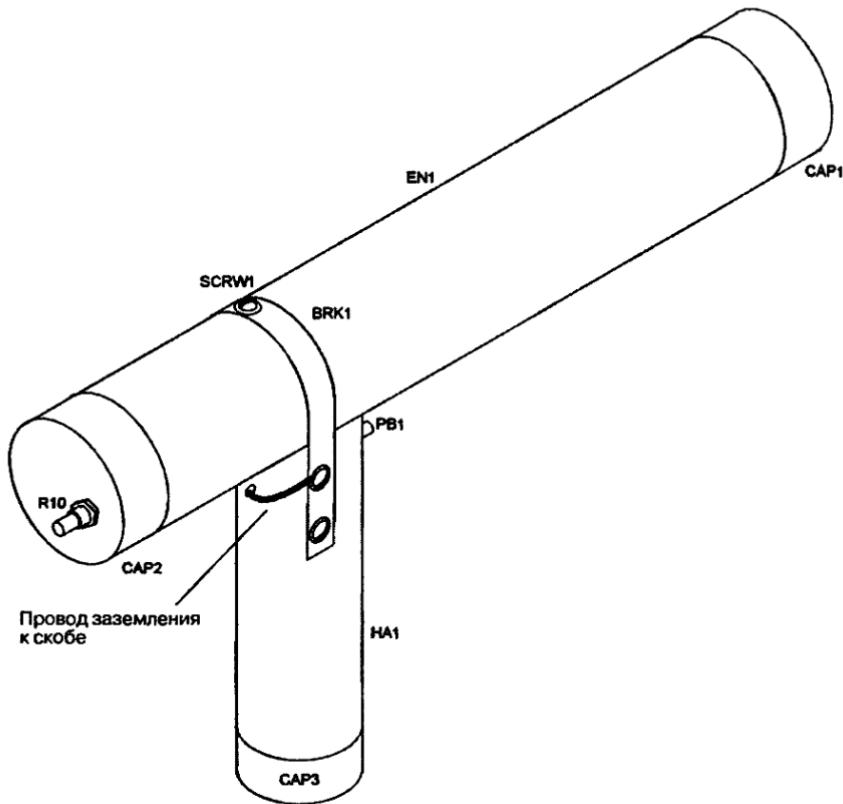

Рис. 22.10. Ионный лучевой пистолет в изометрии
- Завершите сборку, как показано на рис. 22.10, прочитав подписи к рисунку.